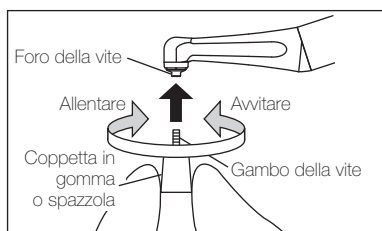

Fig. 2
- 2) Ruotare in senso orario per serrare il gambo della vite. (Fig. 2)